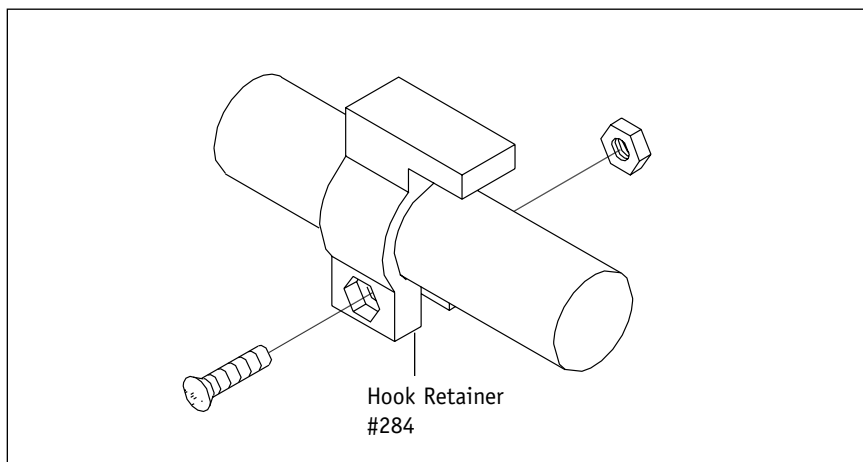

Figure 1
2. Install one Hook Retainer part #284 toward the rear of each seat rail (Figure 1). The bolt holes used to secure the Hook Retainers should be below the seat rail. The extension on the top of the Hook Retainers should extend forward.
2. Installate il sistema di ancoraggio (#284) sopra agli attacchi posteriori della seduta (Fig.1). Gli alloggiamenti per le viti di fissaggio del sistema di ancoraggio devono essere posizionati al di sotto dei tubi del telaio. Il sistema di ancoraggio da porre sopra al gancio del cuscino deve essere direzionato anteriormente.